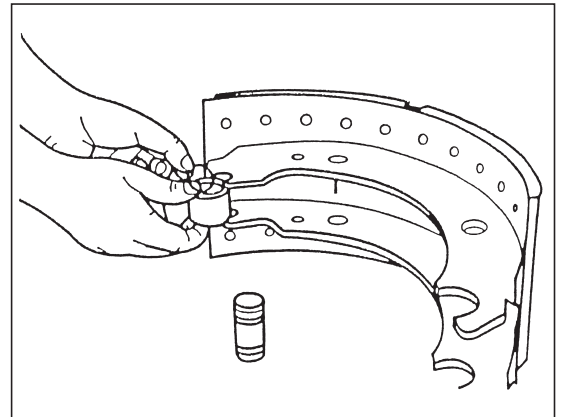

図 .4-4-1
① ベアリングブッシュを掃除して BPW 耐熱グリス ECO-Li Plus(4g) を塗布する。
② 新しいローラーとスプリングをブレーキシューウェッジに差し込む。(図4-4-1)